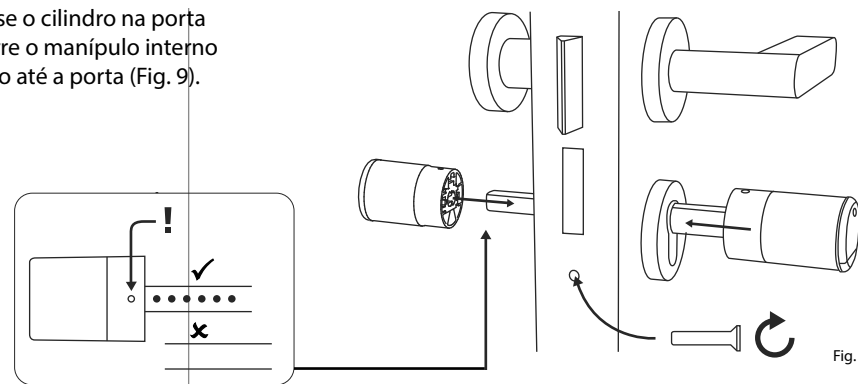

Fig. 9
- ⑥ Aparafuse o cilindro na porta e empurre o manipulador interno e externo até a porta (Fig. 9).